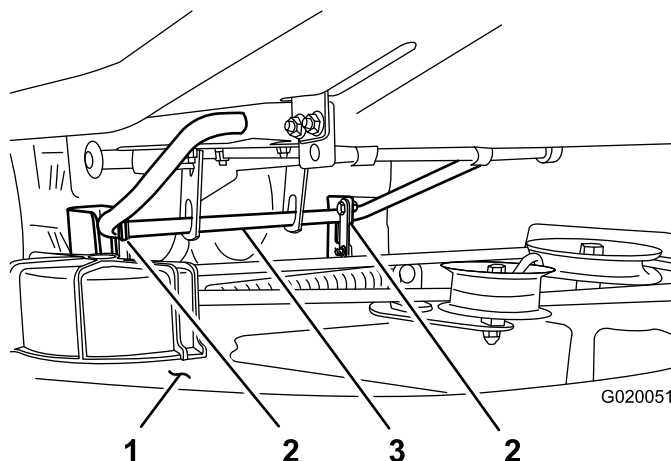
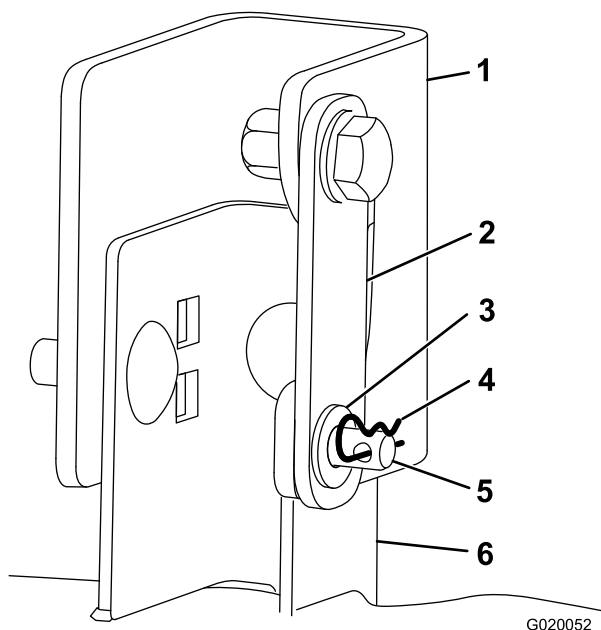

Figura 34
Figura 35
7. Retire la chaveta y la arandela del pasador de horquilla que pasa por la pletina de suspensión y el soporte de la carcasa en un lado de la carcasa de corte. Haga lo mismo en el otro lado (Figura 34 y Figura 35).
8. Eleve un poco la parte trasera de la carcasa para aliviar la presión sobre los pasadores de horquilla, y retírelos (Figura 34 y Figura 35).
9. Eleve la carcasa de corte y desenganche las pletinas de suspensión de la varilla de elevación trasera, y baje la parte trasera de la carcasa de corte con cuidado al suelo (Figura 34).
7. Eleve la parte trasera de la carcasa de corte y coloque las pletinas de suspensión sobre la varilla de elevación trasera (Figura 34).
8. Gire cada soporte de la carcasa hasta que el taladro del extremo suelto esté alineado con el taladro de la pletina de suspensión (Figura 35).
9. Instale el pasador de horquilla a través de los soportes en cada lado; luego, instale las arandelas y las chavetas en los pasadores de horquilla (Figura 35).